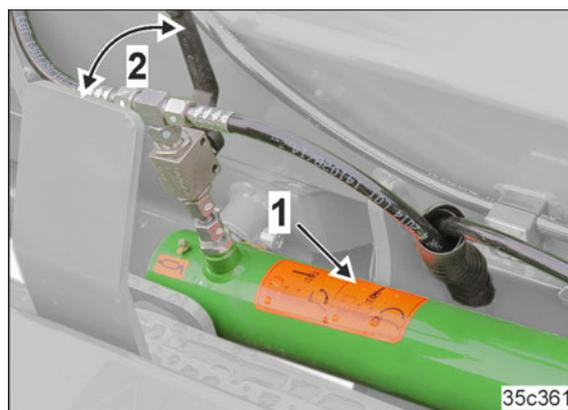
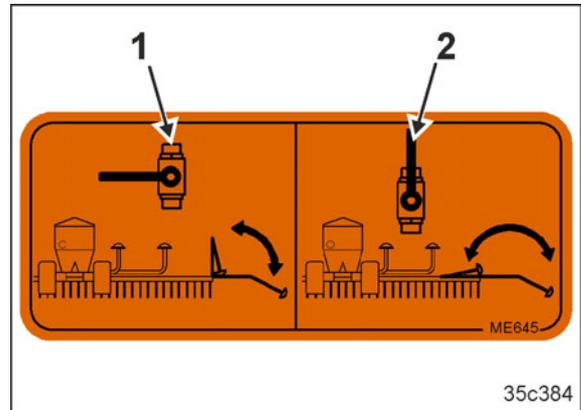

Fig. 234
Fig. 236
Le levier de vanne (Fig. 234/2) permet le pré-réglage du changement de traceur souhaité (Fig. 234/1).
1. Le levier de vanne (Fig. 234/2) se trouve en position 1 (Fig. 236/1)
3. Le levier de vanne (Fig. 234/2) se trouve en position 2 (Fig. 236/2)
1. Les deux leviers de vanne (Fig. 234/2) se trouvent en position 2 (Fig. 236/2).